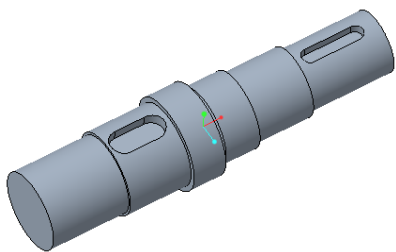
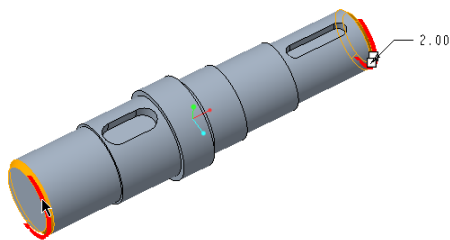

图 4-48 已有的轴零件
图 4-49 选择要倒角的边参照
① 在“快速访问”工具栏中单击“打开”按钮，弹出“文件打开”对话框，选择配套文件“bc_4_chamfer.prt”，然后在“文件打开”对话框中单击“打开”按钮。该模型文件中存在着图 4-48 所示的轴类实体模型。
② 在功能区“模型”选项卡的“工程”面板中单击“边倒角”按钮，打开“边倒角”选项卡，默认时激活“集”模式。
③ 结合〈Ctrl〉键在轴零件中选择图 4-49 所示的两条轮廓边。